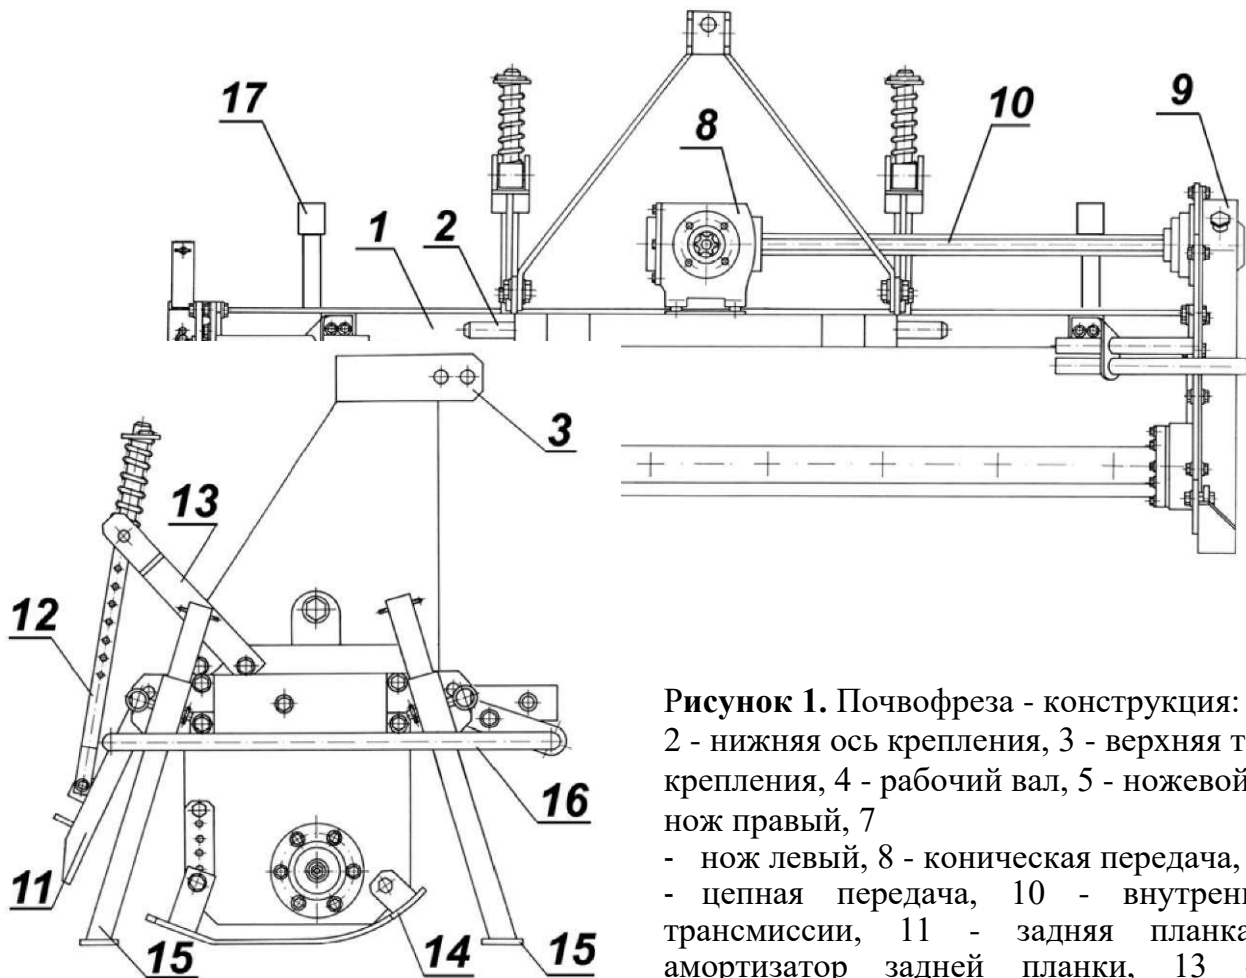

Рисунок 1. Почвофреза - конструкция: 1 - рама, 2 - нижняя ось крепления, 3 - верхняя точка крепления, 4 - рабочий вал, 5 - ножевой диск, 6 - нож правый, 7
Почвофрезы (рисунок 1) являются инструментами, которые крепятся на трехточечной сцепке трактора. Ниже описана почвофреза В2000, конструкция остальных моделей является такой же, независимо от рабочей ширины почвофрезы. Рама почвофрезы (1) является сварной. Спереди рамы находятся нижние оси крепления (2), а на поворотной стойке располагается верхний пункт крепления (3). В боковых плитах рамы в подшипниках установлен рабочий вал (4) с ножевыми дисками (5), к которым крепятся дуговые ножи правые (6) и левые (7). В зависимости от рабочей ширины барабан оснащается различным количеством дисков: от 6 дисков при ширине 1,4 м до 9 дисков при ширине 2,0 м.